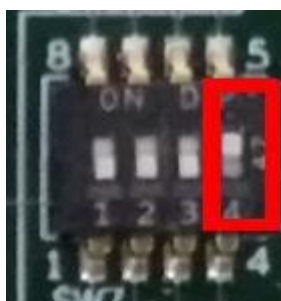

图 6. SW7-4 上拉而其他下拉
- 将板配置为串行下载模式，并确保电源来自调试USB。要实现这些，SW7-4应上拉而其他下拉 图 6 而J1-5、J1-6应连接 图 7。